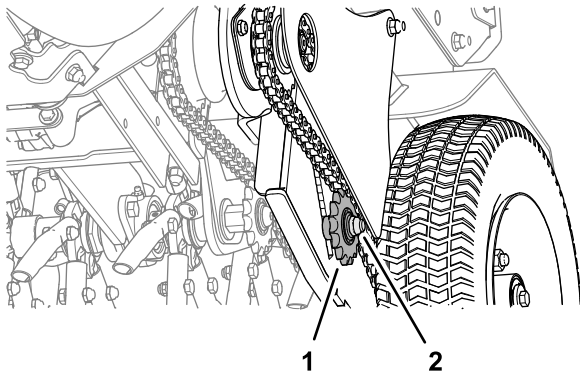

Bild 44
- Um die Kettenspannung einzustellen, lösen Sie die Schraube und die Kontermutter des Spannritzel und drücken Sie das Ritzel nach oben, um die Kette zu spannen (Bild 44).